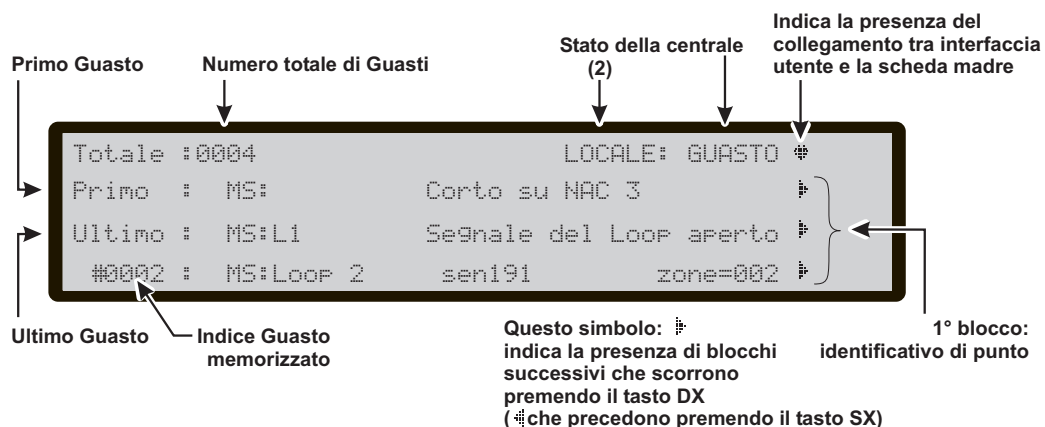

Figura 9 Schermata: STATO visualizzazione GUASTO.
- dal display della centrale e dei Repeater con una schermata come quella in figura 9;
Riarmo - Premendo il tasto RIARMO è possibile forzare a riposo tutte le Uscite Guasto ed è possibile cancellare la memoria dei guasti. Un'Uscita Guasto torna a riposo quando non ci sono più guasti da segnalare, a meno che il guasto non sia proprio su di essa. La schermata in Figura 9 segnala la presenza di quattro GUASTO; in questa fase: